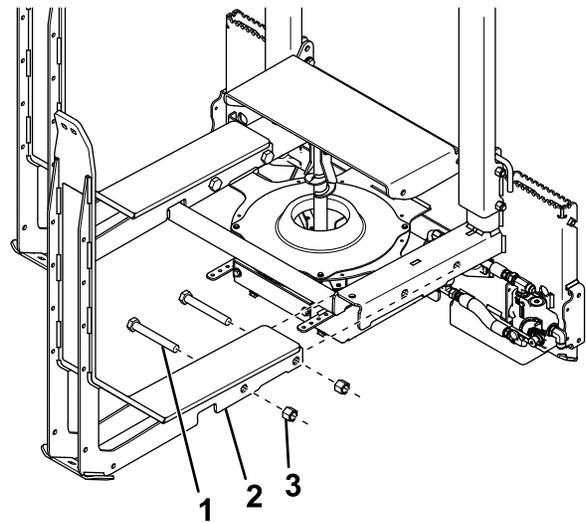

Bild 4
4. Schieben Sie eine gewinkelte Gabel auf eine der seitlichen Streueraufnahmen und befestigen Sie diese mit zwei Schrauben ($\frac{3}{4}$ ") und zwei Nylon-Sicherungsmuttern ($\frac{3}{4}$ "), wie in Bild 4 dargestellt.